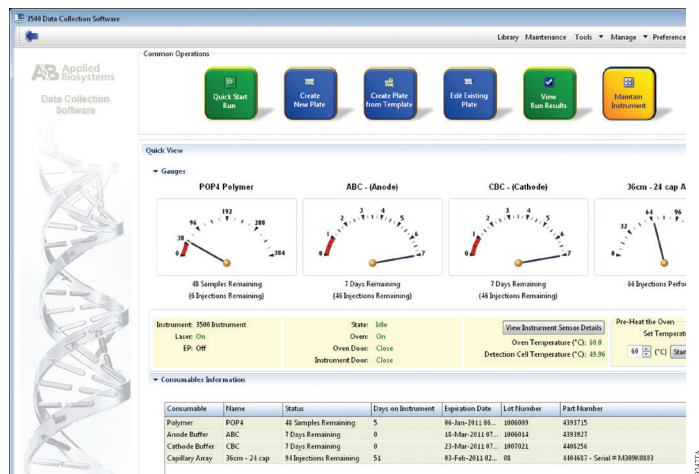

图2 3500仪表界面
1. 打开3500 Data Collection Software，仪表界面如图2所示。确保消耗品使用情况及仪器维护的状况均正常。